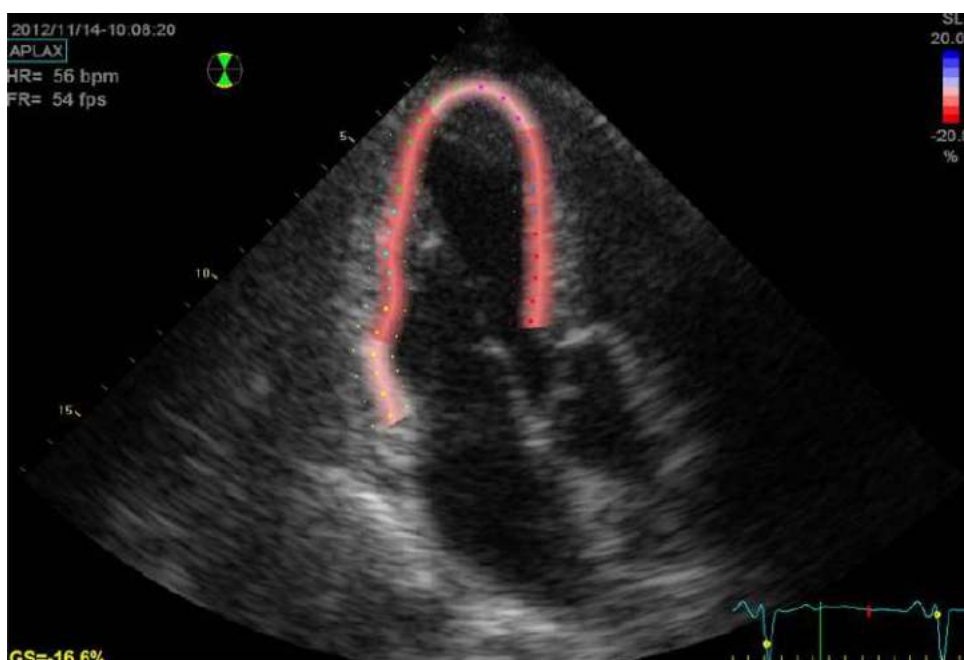

Figura 12-108. Vizualizarea APLAX Parametric systolic strain (Filtrare sistolică parametrică)
Se solicită utilizatorului să confirme sau să ajusteze setarea duratei AVC (consultați Figura 12-108 de la pagina 12-242).
- Ecranul Single (Unic) (consultați Figura 12-108 de la pagina 12-242) afișează o imagine 2D cu date parametrice filtrate.
Dacă se utilizează AVC automată ca metodă de calcul a duratei AVC la rularea Cardiac Strain (Filtrare cardiacă) (consultați Figura 12-108 de la pagina 12-242), valorile de filtrare afișate în ecranul cadrilater pentru vizualizările APLAX și cele cu 4 camere pot fi diferite de valorile de filtrare obținute după ce sistemul a efectuat calculul final pe baza tuturor celor trei vizualizări.
- Măsurătoarea AVC (automată sau manuală, consultați Figura 12-108 de la pagina 12-242)